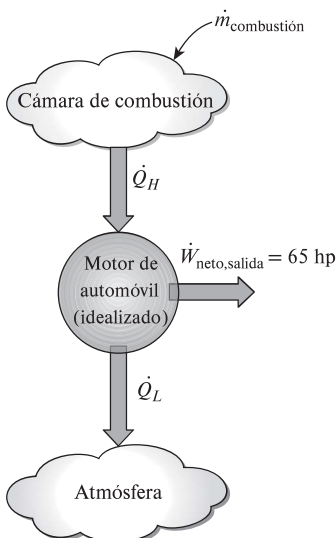

FIGURA 6-17
**Análisis** En la figura 6-17 se ofrece el esquema de un motor de automóvil, el cual es propulsado convirtiendo en trabajo 24 por ciento de la energía química liberada durante el proceso de combustión. La cantidad de entrada de energía requerida para producir una salida de potencia de 65 hp se determina a partir de la definición de eficiencia térmica como